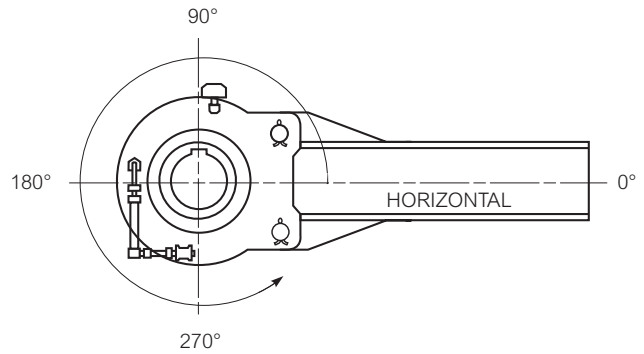

Figura 4
1. Como ya se indicó, la fábrica coloca las líneas de lubricación y marca los niveles estáticos de aceite de acuerdo con las necesidades del cliente, para ajustarlos al ángulo de montaje del brazo de torsión especificado en el momento de la compra. Las líneas de lubricación, la mirilla y el respiradero se desmontan para fines de embarque. El ángulo de montaje del brazo de torsión está estampado en la placa de datos y el antirretroceso debe montarse dentro de $\pm 5^\circ$ de ese ángulo. Ver la Figura 4, página 5 para la interpretación del ángulo de montaje. Las líneas de lubricación y el nivel de aceite serán incorrectas para otros ángulos.